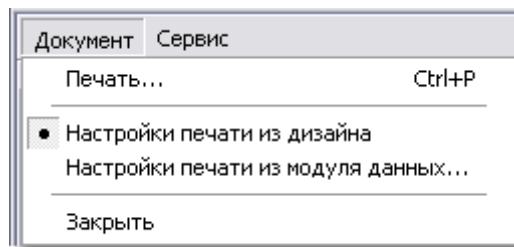

Рис. 9.103
1. В главном окне редактора откройте меню **Документ** (Рис. 9.103).